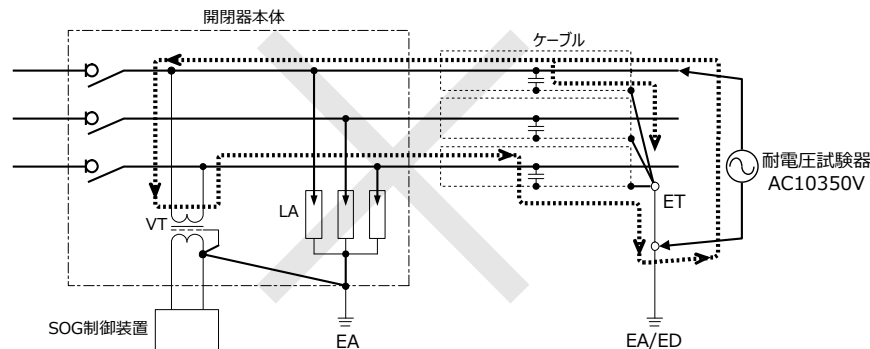

図19 一相のみに試験電圧を印加した場合の電流経路
2. 一相毎の商用周波耐電圧試験はVTが焼損しますので絶対に行わないでください。(VT内蔵形、VT・LA内蔵形のみ) (図19)